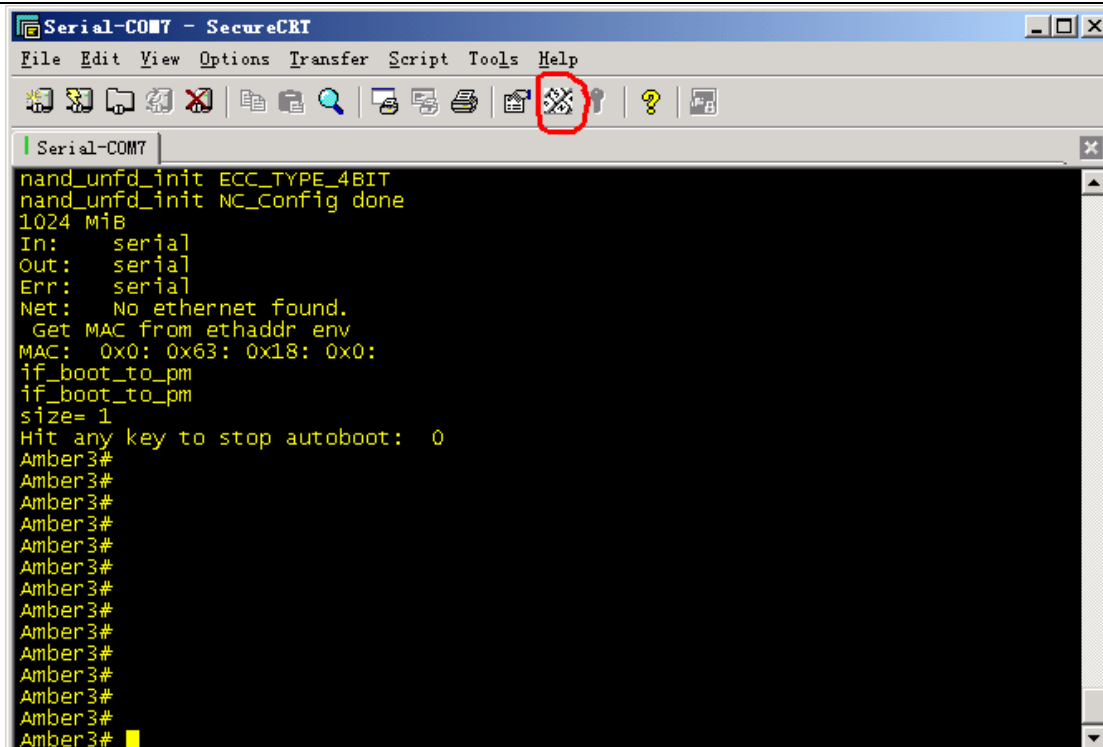

图 3.37
为提高烧写的效率，我们先设置两个快捷键，SecureCRT 连接后如下图 3.37，
如果之前没有烧过主程序, 打开 SecureCRT 显示为图 3.37, 如果烧入过主程序, 那么会看到一直有打印信息, 这时需要重启一下, 两种方式重启:
- (1) 硬重启, 直接用电视开关进行重启, 在按开关的同时, 将光标的焦点放在 SecureCRT 的界面上, 并按住回车 (Enter) 键, 电视启动后会停在图 3.37 的状态, 这时, 会看到“Amber3# ”
- (2) 另一种方式就是, 在 SecureCRT 中按 Ctrl+C, 之后再按回车键, 然后输入 reboot, 再按住回车键 2-3 秒 (如果不行就按住回车键再开机), 起来后也会看到“Amber3# ”。